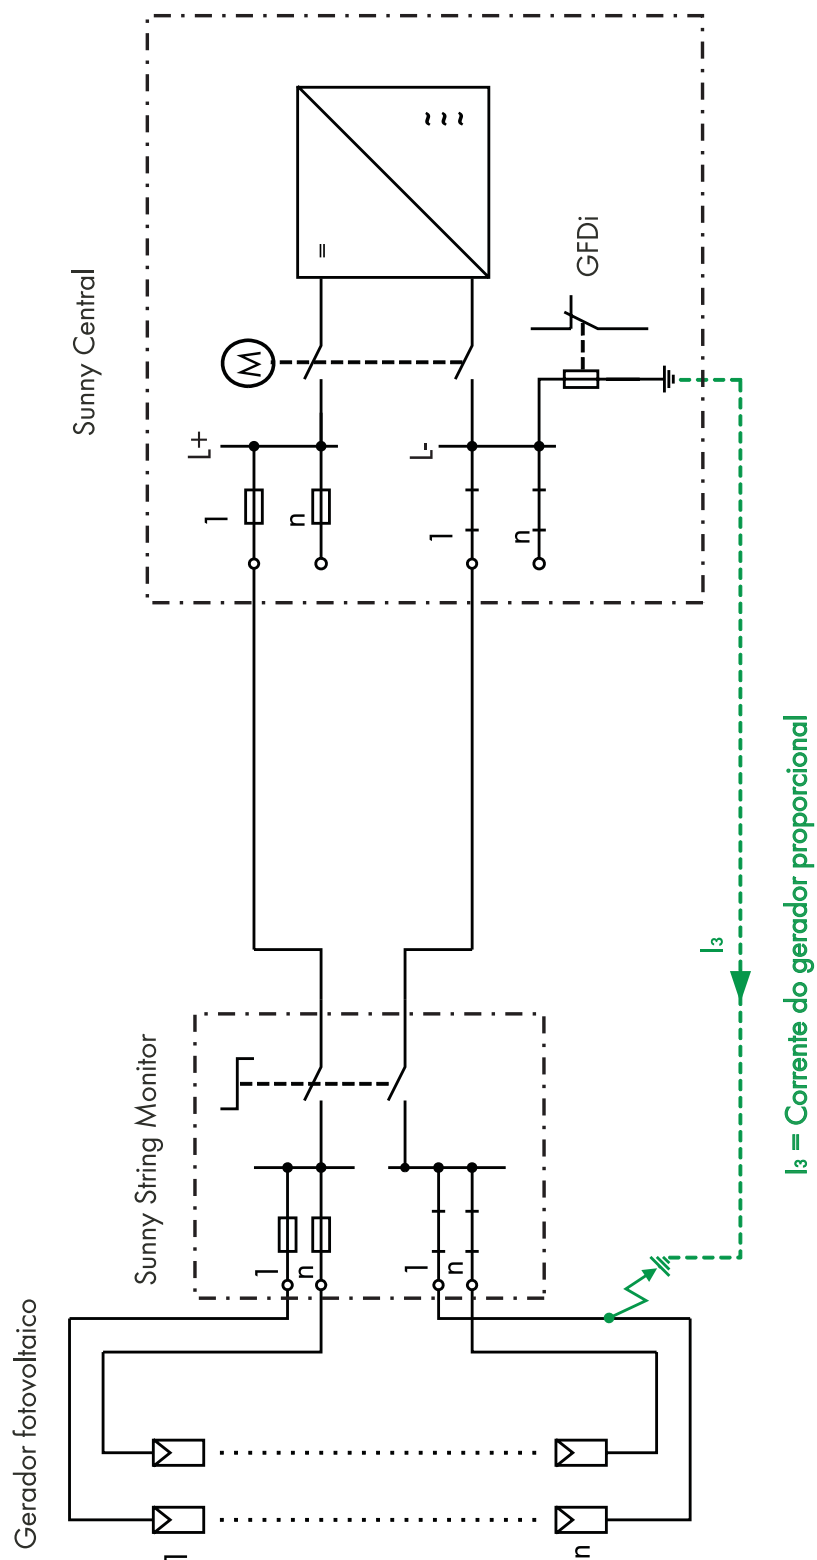

Figura 3: contacto à terra no pólo ligado à terra aquando do funcionamento
- Um contacto à terra no pólo ligado à terra do gerador fotovoltaico tem como consequência que uma parte da corrente do gerador reverte durante o funcionamento para o gerador solar através do GFDI (veja a figura 3). Assim, também pode ser activado o GFDI.